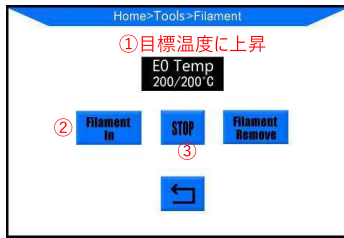

図 8
(3)プリントヘッドを一番左側にして、図8に示すように、温度が200°Cに上昇するともう一度「Filament in」をクリックします。そして押出機がフィラメントをプリントヘッドに押し進めます。フィラメントはノズルから流れるまでに「停止」をクリックします。後はピンセットで残ったフィラメントを掃除します。